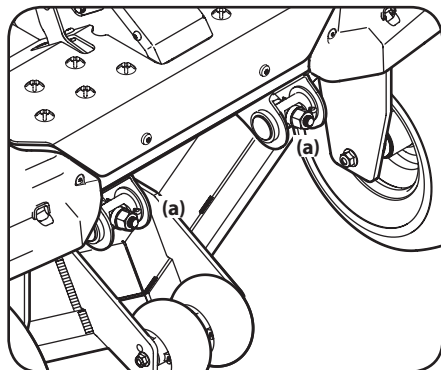

Figure 4-8
5. Pour relever le devant du plateau de coupe, desserrez les écrous autobloquants à l'avant des axes de pivot (a) à l'aide d'une clé. Ensuite, serrez les contre-écrous situés à l'arrière des axes de pivot (a) pour relever le devant du plateau de coupe et le maintenir en place. Voir Figure 4-8.
6. Pour abaisser le devant du plateau de coupe, desserrez les contre-écrous à l'arrière des axes de pivot (a) à l'aide d'une clé. Ensuite, serrez les écrous autobloquants à l'avant des axes de pivot (a) pour abaisser le devant du plateau de coupe et le maintenir en place. Voir Figure 4-8.